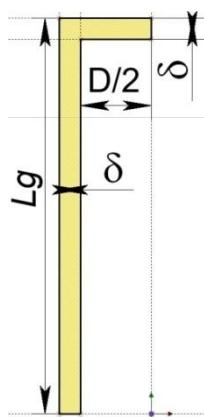

Рис. 3.3 – 3D профиль тела гильзы
3.3.1 Создайте «3D деталь» и сохраните её в рабочую папку, например, как «лр3 Гильза». Начертите 3D профиль тела гильзы цилиндра на рабочей плоскости «Вид слева», как показано на рис. 3.3. Высота гильзы  $Lg$  подбирается так, чтобы когда поршень при движении окажется в самой нижней точке (НМТ), он не выходил за пределы гильзы, но КВ при вращении задевать гильзу не должен. Все соединения осуществляются без зазоров (по номиналам). Используйте операцию «Вращение» относительно отрезка на вертикальной оси.